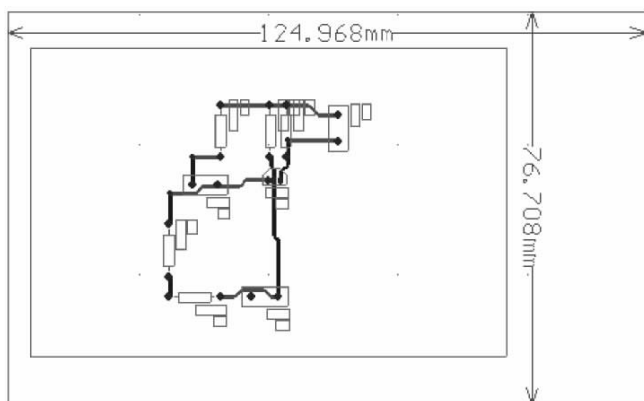
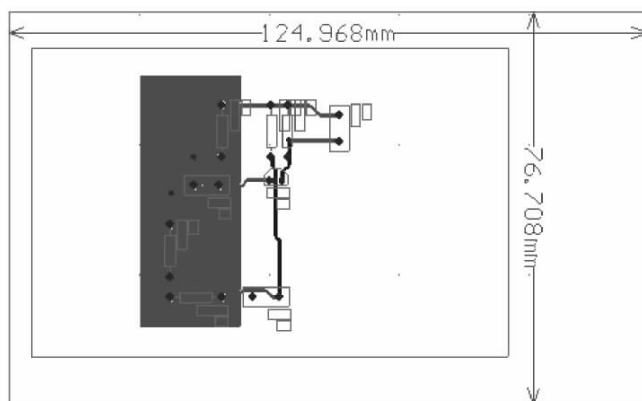

图 1.14 自动布线完毕的 PCB 板
图 1.15 铺铜后的 PCB 板
(8) 执行菜单命令“自动\设置自动布线规则”，设置自动布线规则如下。
- ① 线宽为 20 mil。
- ② 双层板。
- ③ Via 直径为 52 mil。
- ④ Via Hole 直径为 30 mil。
- ⑤ OP 层垂直布线, BOTTOM 层水平布线。
(9) 执行菜单命令“网络表\设置安全间距”，设置最小安全间距为 5 mil。
(10) 执行菜单命令“自动\自动布线\全板自动布线”，自动布线完毕的 PCB 板如图 1.14 所示。不能自动布线的可采取手工布线。
(11) 执行菜单命令“网络表\设计规则检查”，检查图 1.14 所示 PCB 板，针对检查报告中的错误修改 PCB 板，重复上述过程直到无错误为止。
(12) 根据实际要求对部分重要线(网络)进行适当调整。
(13) 加宽地线和电源线。
(14) 执行菜单命令“编辑\放置\铺铜”,对全板或部分区域加铺铜,特别是地线,铺铜后的 PCB 板如图 1.15 所示。